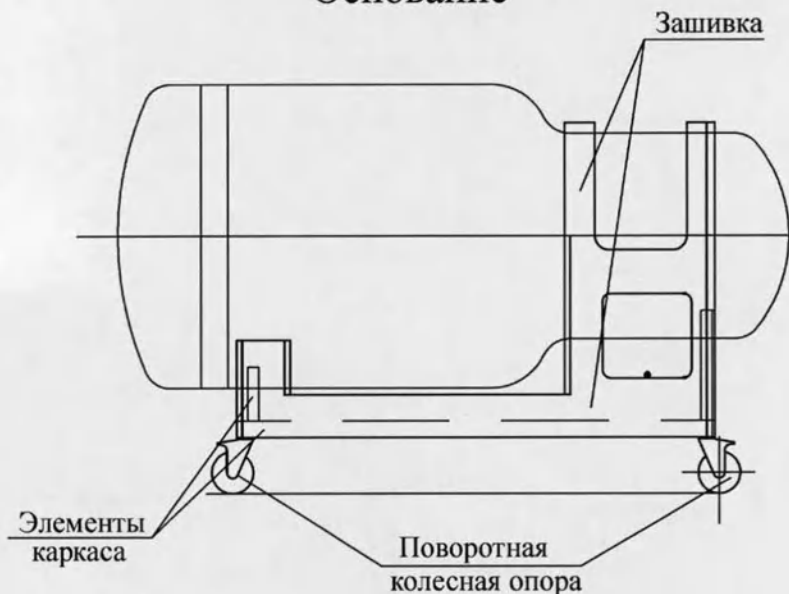

Рис.6
5.1. Основание барокамеры (Рис.6) является ходовой частью камеры, служащей для перемещения ее в помещении. Состоит из каркаса и четырех колесных опор с тормозом. Каркас представляет собой сварную конструкцию из стальных труб прямоугольного сечения. Устройство опор не требует большого усилия для перемещения барокамеры.